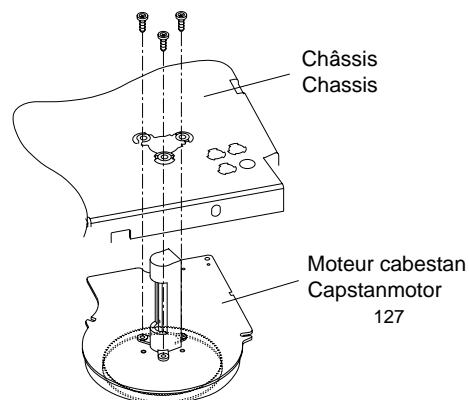

Fig. 16
- Retirer les 3 vis de fixation de la face supérieure et retirer le moteur cabestan par le bas (Fig. 16).
- Remove the three capstan motor fixing screws (Fig. 16) and withdraw the capstan motor downward from the tape deck.